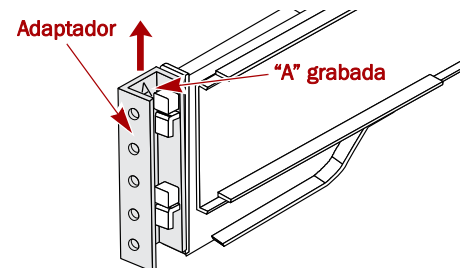

Figura 7. Instalación del adaptador en la parte delantera
1. Instale los **adaptadores** (Figura 7) en los dos extremos del raíl: